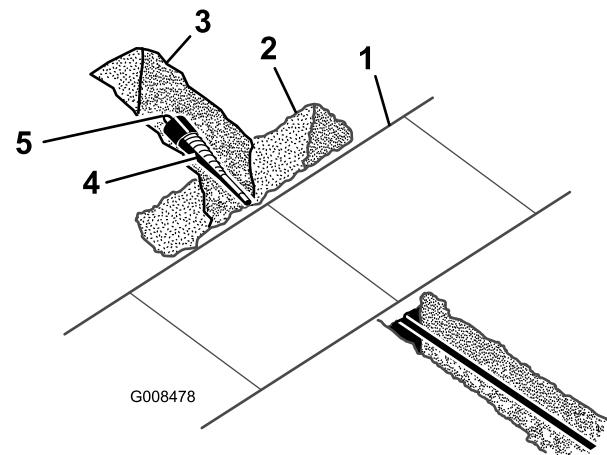

Figura 30
1. Usando una pala, cave con cuidado alrededor de la barrena, eliminando suficiente tierra para poder retirar la barrena (Figura 30).
2. Retire la barrena y acople el escariador (Figura 30).
3. Conecte el cable o la tubería a instalar al conector giratorio del escariador (Figura 30).